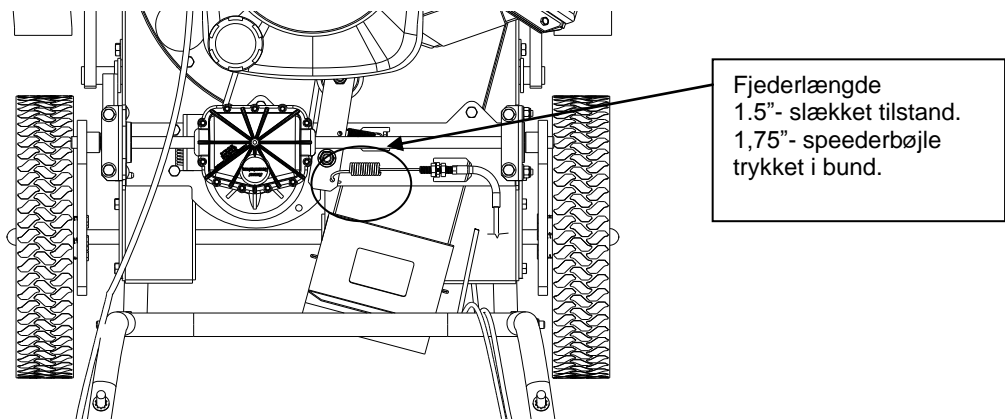

Fig. 8
5. Tjek mellemarmens gennemløb ved at aktivere speederbøjlen. Fremdriften bør aktiveres, når speederbøjlen befinder sig 2 1/2 tommer fra styret. Fjederen bør i slækket tilstand være 1 1/2 tommer lang. Når speederbøjlen er i kontakt med styret skal den være 1 3/4 lang. Hvis drivremmen er for stram, kan det føre til forkortet levetid, mens en for lang drivrem omvendt risikerer at falde af drivremmen. (Se fig. 8 nedenfor.)